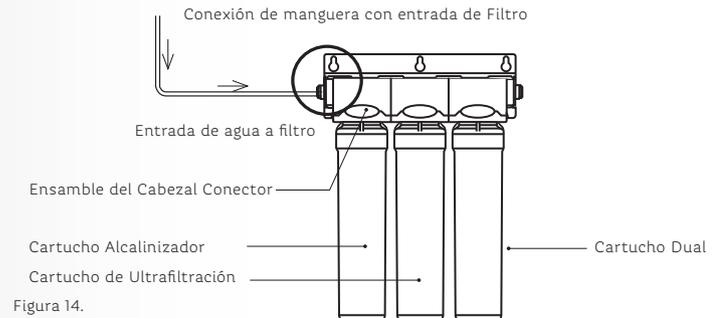

Figura 14.
3. Identifica la entrada de agua al Purificador. Esto lo puedes realizar por medio de las flechas indicativas. (ver Figura 14).